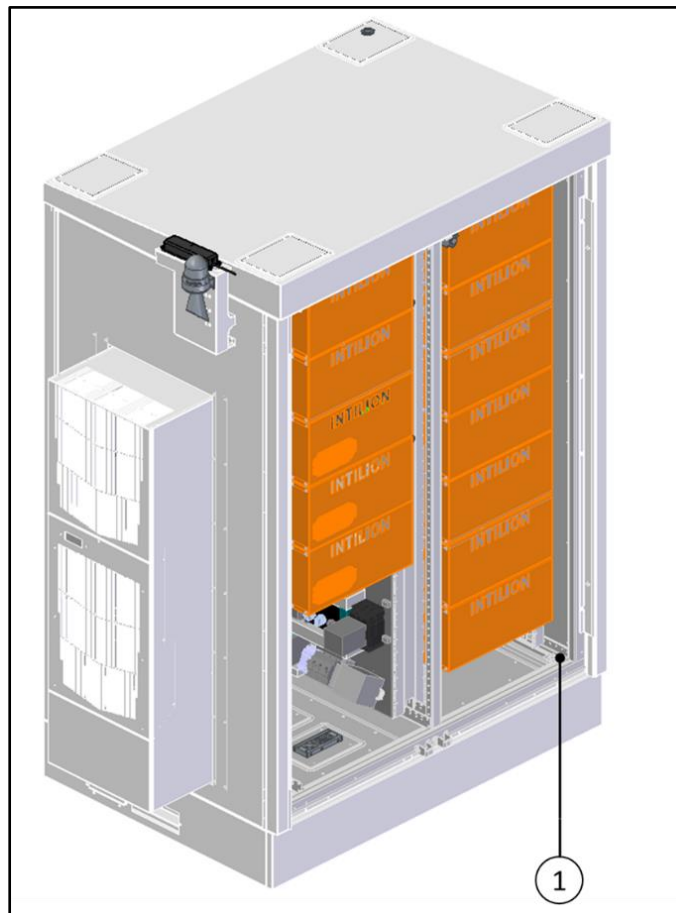

Abb. 37 Anbringen der Erdungselektrode für Rack-Stangen
- Befestigen Sie den Erder für die Rack-Stangen an der Position (1) (siehe Abb. 37).